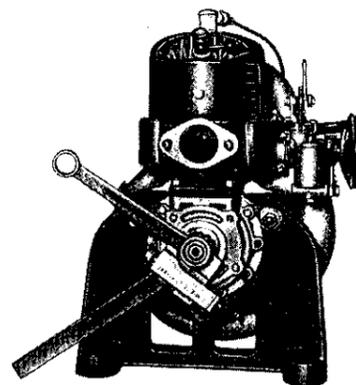

Bild 29. Spezialgegenhalter ansetzen und Mutter lösen
11. Spezialgegenhalter am Abtriebsrad ansetzen und Mutter lösen (Bild 29).